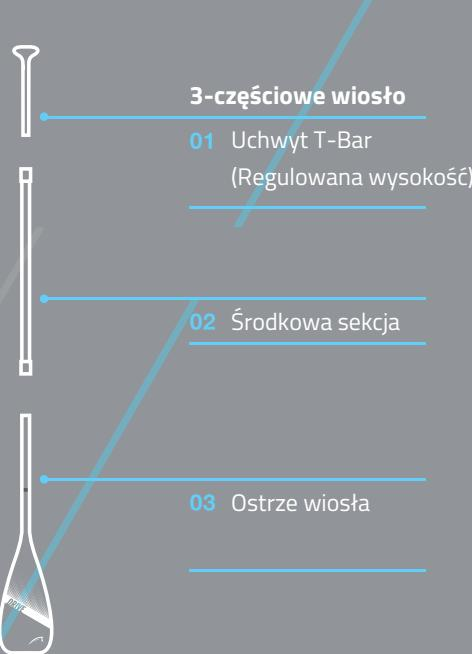

Rysunek 1.
- Odkręć płytkę od śruby **Rysunek 1** i umieść ją w gnieździe płetwy przez szczelinę **Rysunek 2**
SUP PADDLE: Twoje wiosło SUP łatwo łączy się ze sobą i ma pełną regulację wysokości. Z ergonomicznym uchwytem należy obchodzić się zgodnie z ilustracją. **Rysunek 1**. Podczas wiosłowania logo Błękitnopłetwego powinno znajdować się z przodu trzonka wiosła.